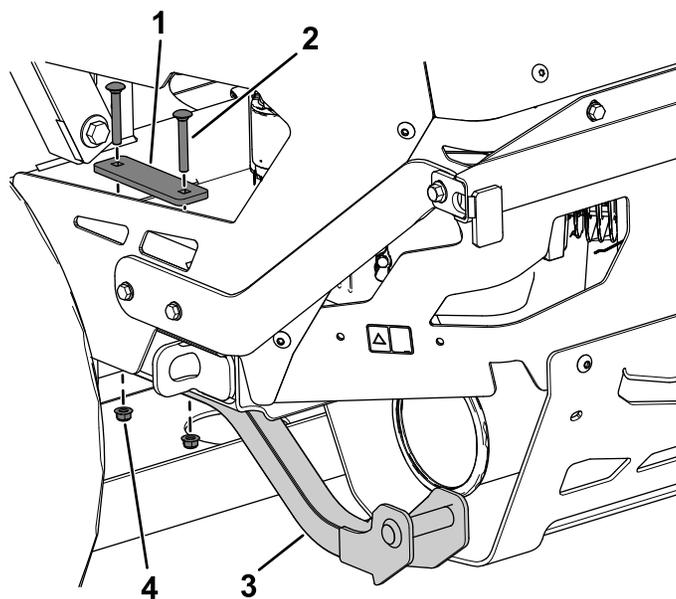

Bild 10
4. Befestigen Sie die untere Stütze locker mit zwei Schlossschrauben (5/16" x 2¼"), einer Stützplatte und zwei Bundmuttern (5/16") an der Motorplatte, wie in **Bild 10** dargestellt.